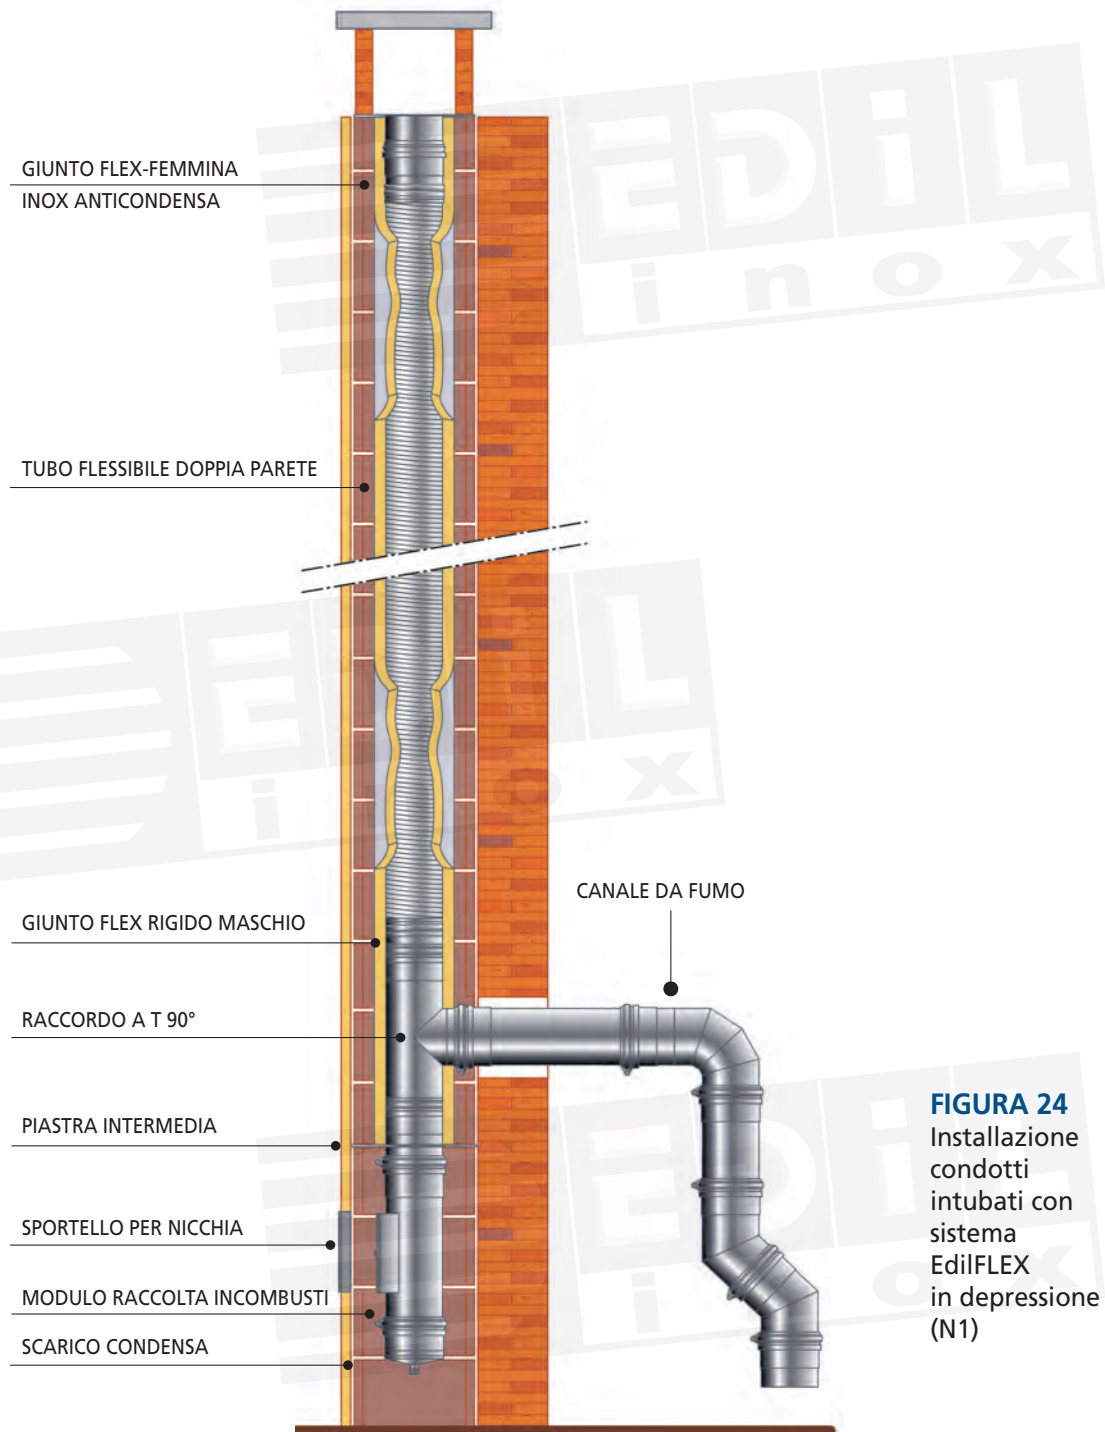

FIGURA 24
- Inserire ora il raccordo a T 90° che permette di collegare il canale da fumo al camino. Posizionare quindi il manicotto di giunzione tra gli elementi rigidi e quelli flessibili (**figura 24**).